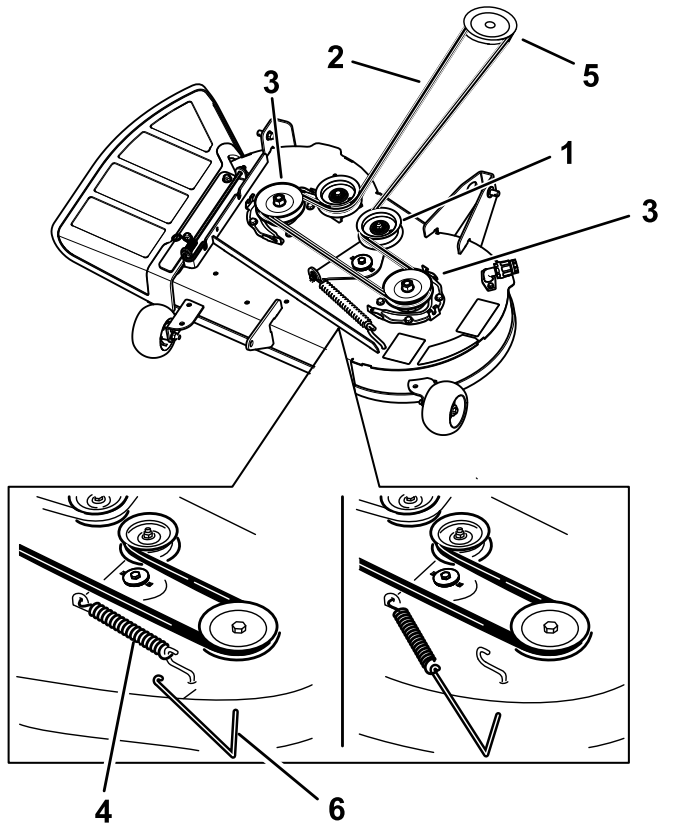

Figure 49
- À l'aide d'un outil de dépose de ressort (réf. Toro 92-5771), décrochez le ressort du crochet sur le tablier pour détendre la poulie de tension et déchaussez la courroie des poulies (Figure 49).
- Acheminez la courroie neuve autour de la poulie du moteur et des poulies du tablier de coupe (Figure 49).
- À l'aide d'un outil de dépose de ressort (réf. Toro 92-5771), accrochez le ressort au crochet situé sur le tablier, afin d'exercer une tension sur la poulie de tension et la courroie du tablier de coupe (Figure 49).